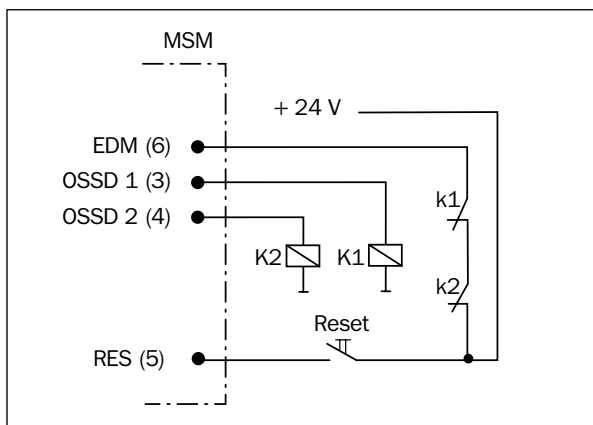

Fig. 9: Koblingseksempel ved integrert override-variant
**Henvisning** Det anbefales bruk av MSL-interne gjenstartsperrer etter følgende koblingskjema (Fig. 9).